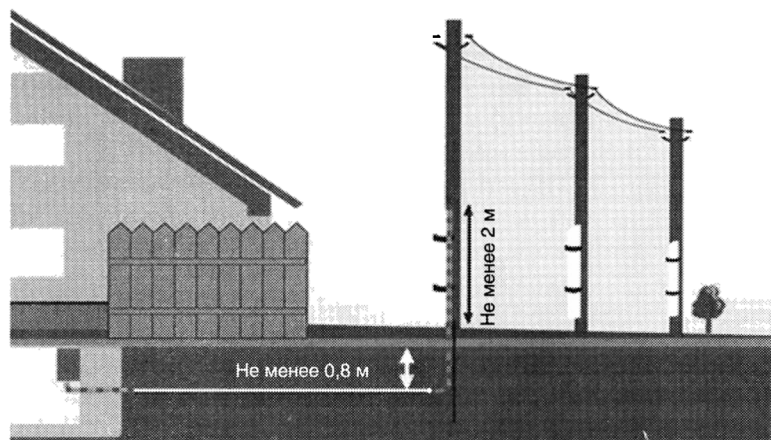

Рис. 2.115. Подземный ввод электрокабеля в частный дом
**Подземный ввод.** Такой способ считается самым надежным, поскольку кабель лежит в земле на безопасной глубине и не подвержен влиянию погодных и климатических условий (рис. 2.115). Однако подземный ввод более трудоемок, поскольку надо копать траншею глубиной не меньше 0,7 м от ЛЭП до дома. Если вы